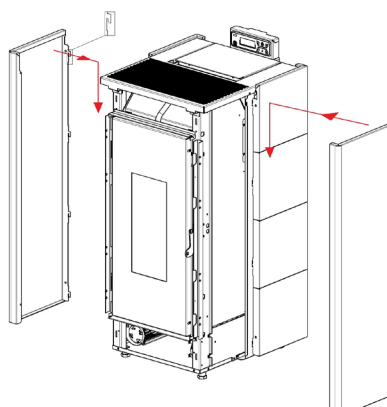

Fig. 30 - Haak de panelen vast
- Haak de gekleurde panelen vast: zet het voorste deel vast tussen de geleiders die op de kachel aanwezig zijn, haak ze vervolgens achter vast met behulp van de tandjes (zie Fig. 30 op pag. 20).